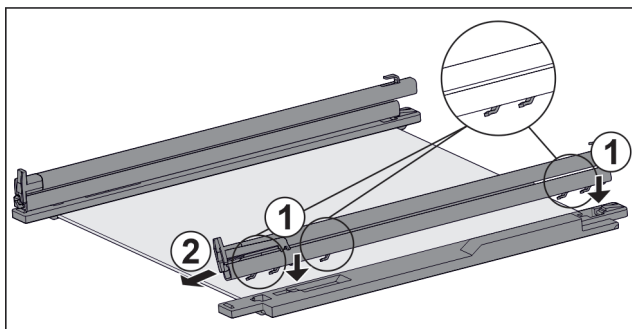

Fig. 110 Steklana plošča z vodili in držalnimi deli
- ▶ Kavelj vodila namestite na odprtine **levega** držalnega dela. Fig. 110 (1)
- ▶ Vodilo potisnite proti sprednji strani. Fig. 110 (2)
- ▶ Kavelj vodila namestite na odprtine **desnega** držalnega dela. Fig. 110 (1)